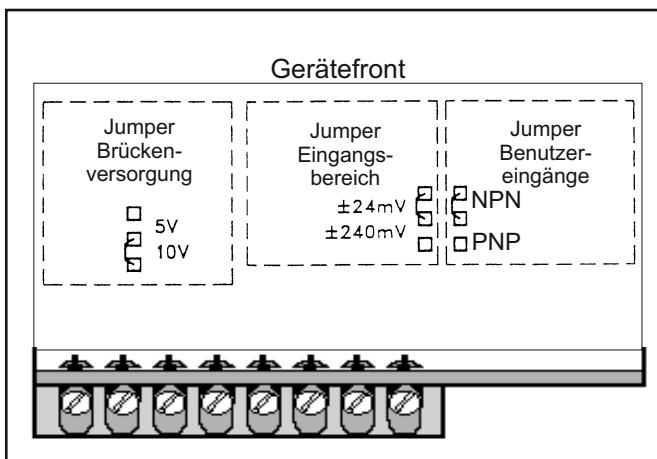

Bild 7.1: Jumper Einstellungen
- Logik der Benutzereingänge (Werkseinstellung NPN) (Bild 7.1)